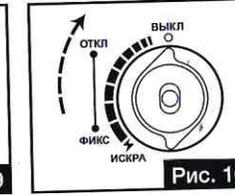

Рис. 10
- Чтобы выключить плиту, поверните регулятор силы горения до положения «ВЫКЛ» и поднимите рычаг фиксации баллона вверх (Рис. 10 и 11).
- Повернуть регулятор силы горения до положения «ВЫКЛ» и поднять рычаг фиксации баллона вверх (Рис. 10 и 11).